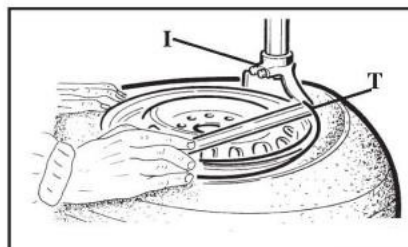

Рис.10
- С помощью монтировки (Т), которую необходимо вставить через передний конец демонтажной головки (I) и под верхний борт шины. Установите верхний борт шины над монтажной головкой (см. рис. 10).
Примечание: По прошествии первых 20 дней эксплуатации, подтяните кулачки с помощью крепежных болтов ползунов поворотного стола. (Рис. 10)